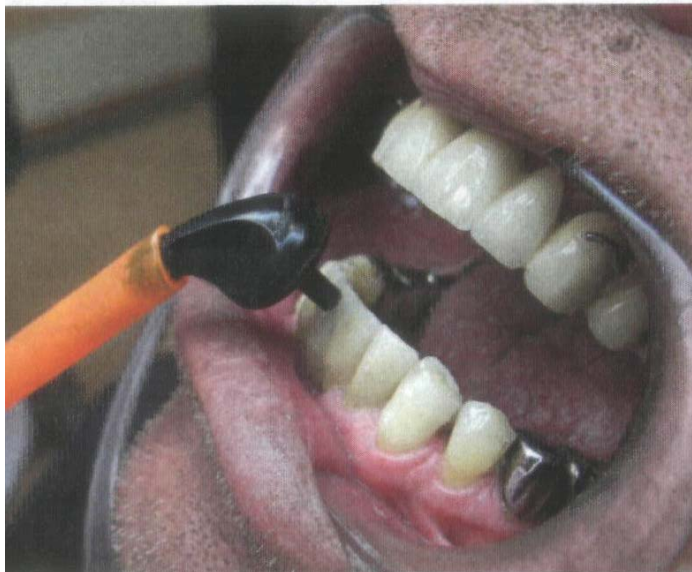

Рис. 7. Тестирование подвижности зубов с помощью датчика второго стоматологического блока обработки сигнала.
- нажатие кнопки "Заключение" позволяет вывести на экран текст заключения, который генерируется из файла заключения, указанного на вкладке "Настройка" (рис.7), количество точек измерения должно соответствовать количеству анализируемых точек в файле заключения;